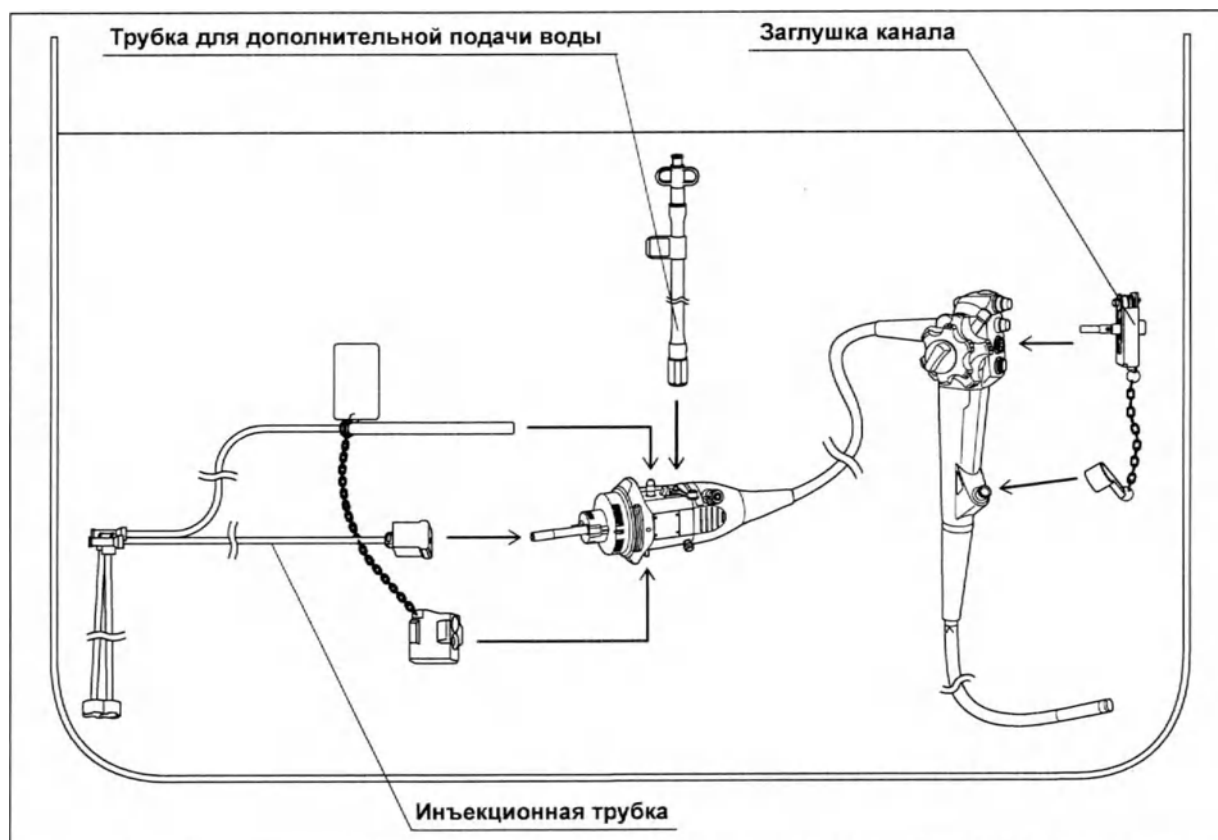

Рис. 5.69
- 5** Присоедините к эндоскопу заглушку для канала, инъекционную трубку и трубку для дополнительной подачи воды. (см. рис. 5.69)